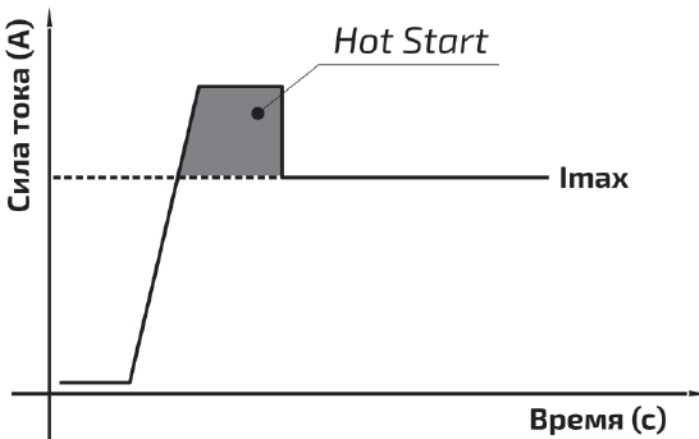

Рис. 6.2.2. Hot Start.
**Hot Start (горячий старт)** – служит для обеспечения лучшего поджига дуги в начале сварки, инвертор автоматически повышает сварочный ток. Это позволяет значительно облегчить начало сварочного процесса (см. рис. 6.2.2).